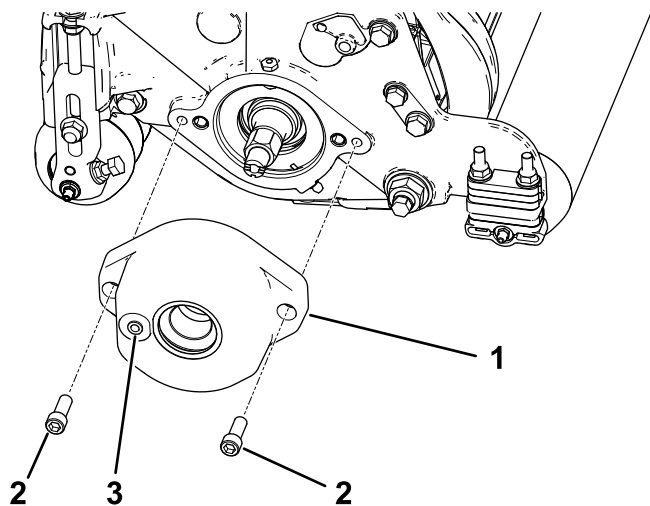

图 5
2. 用 2 个六角螺栓  $\frac{3}{8}$  x 1 英寸将滚筒刷架安装到滚刀轴承座上请参阅图 5。